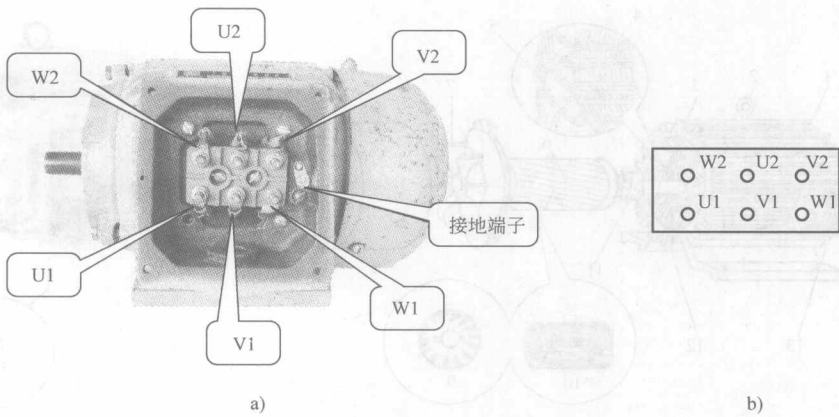
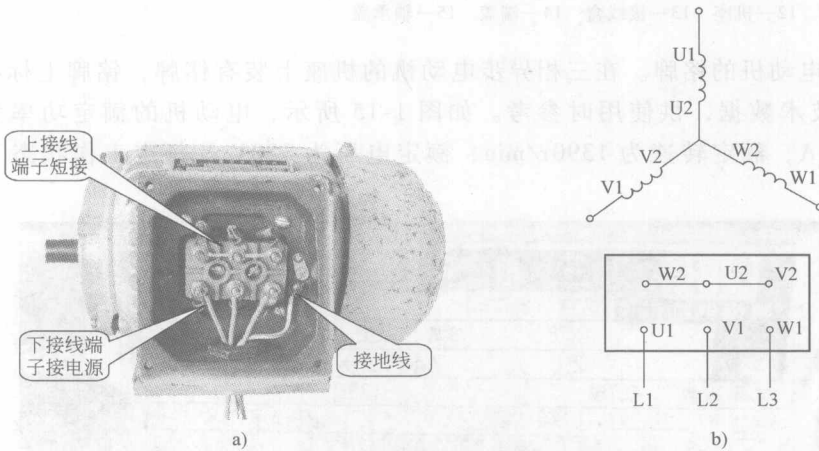

图 1-16 三相异步电动机的接线端子
图 1-17 三相异步电动机的 Y 形联结
2) 识读定子绕组的出线端子。拆下接线盒，可看到图 1-16 所示的三相对称定子绕组的出线端子，其编号分别为 U1—U2、V1—V2 与 W1—W2。根据铭牌要求，应将定子绕组连接成 Y 形，即 U2、V2 和 W2 短接，U1、V1 和 W1 接电压为 380V 的三相电源，如图 1-17 所示。